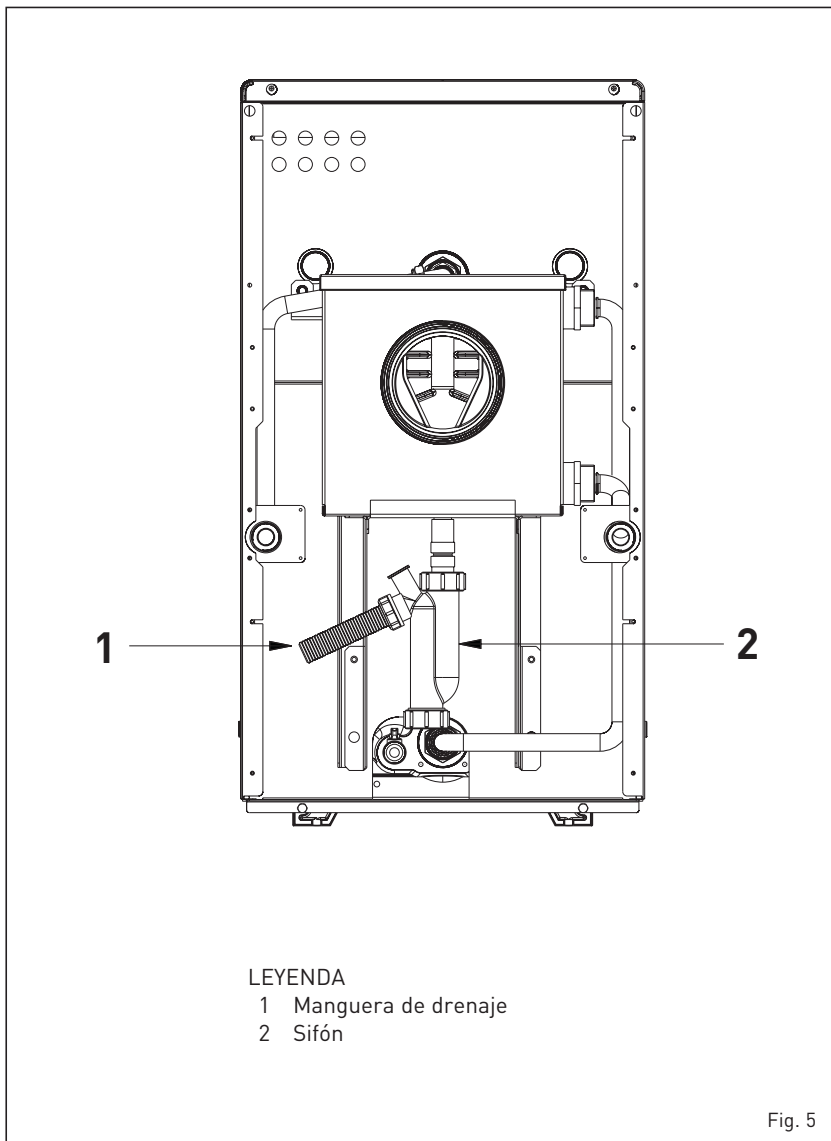

Fig. 5
1.6 CONEXIÓN DESCARGA CONDENSACIÓN (fig. 5)